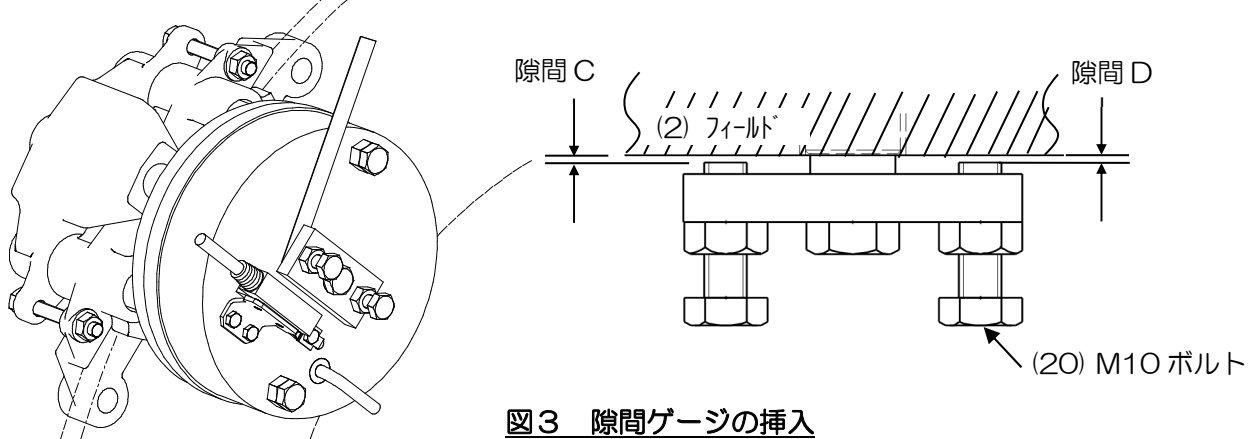

図3 隙間ゲージの挿入
⑧ブレーキを電氣的に“吸引”し、M10 ボルト(20)のネジ先端とフィールド(2)の間の隙間を確認する。(図3参照)